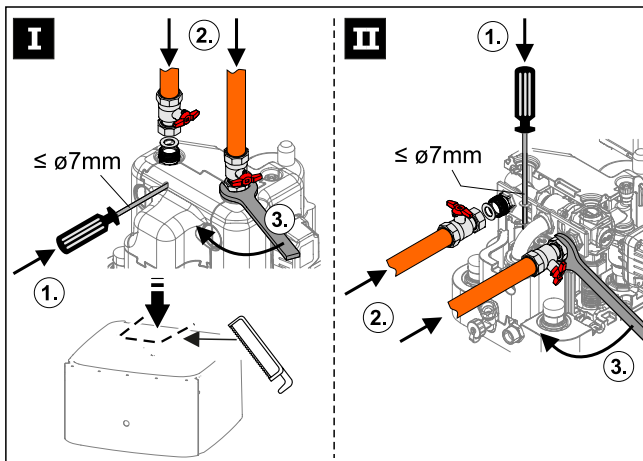

Fig. 3-30 Procéder aux branchements du chauffage
- Respecter le couple de serrage préconisé (voir Chap. 9.2). Lors de l'opération, exercer un contre-couple à l'aide d'un outil adéquat, afin d'éviter les endommagements, voir Fig. 3-30.